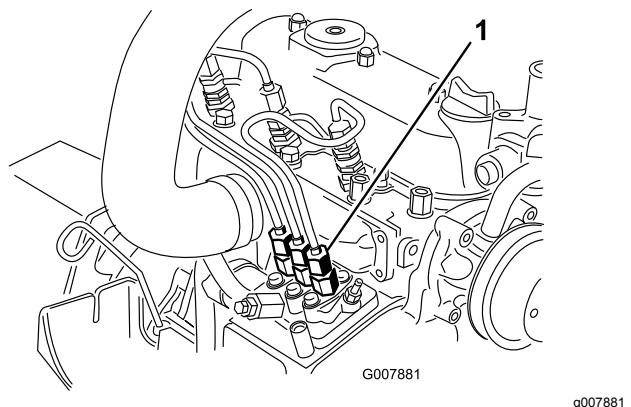

Рисунок 33
1. Поместите ветошь под соединение трубы, выходящей из насоса для впрыска топлива и идущей к соплу инжектора № 1, как показано на Рисунок 33.